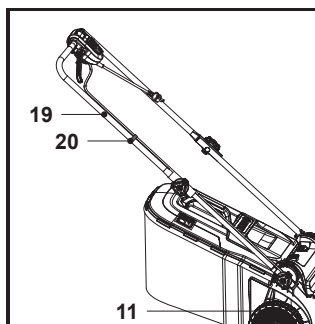

Fig. 4
- Fixer le cordon de commande (19) à l'aide du serre-câble (20) (Fig. 4).